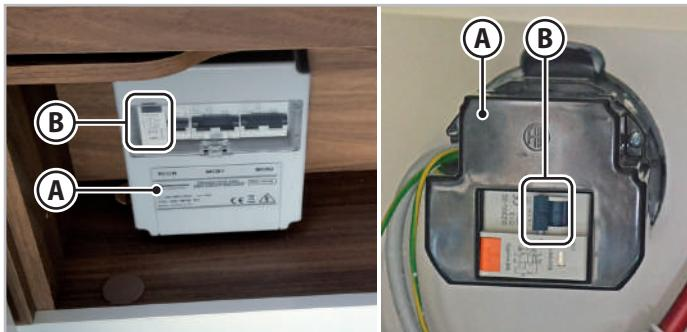

Fig. 6.32 - Panneau d'alimentation
Le panneau d'alimentation 220 V (**A** - Fig.6.32) du véhicule est protégé par un disjoncteur magnétothermique différentiel bipolaire (**B** - Fig.6.32). La prise d'alimentation est dotée du troisième pôle de mise à la terre comme prévu par les normes en vigueur.
1. Abaisser les leviers (**B** - Fig.6.32) du disjoncteur différentiel.
5. Relever les leviers (**B** - Fig.6.32) du disjoncteur différentiel.